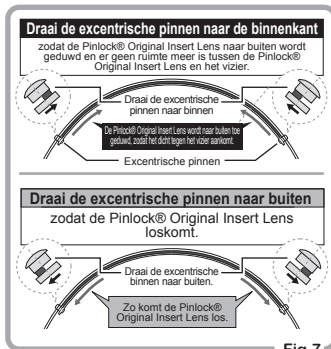

Fig.7
- ①Haal het vizier van de helm en verwijder de Pinlock® Original Insert Lens van het vizier.
- ②Pas de excentrische pinnen aan door er aan te draaien met gereedschap. (Fig. 7)
- ③Bevestig de Pinlock® Original Insert Lens op het vizier. Zorg dat er tussen de Pinlock® Original Insert Lens en het vizier geen ruimte meer is na de bevestiging van het vizier aan de helm. Als er toch nog ruimte is, voert u bovenvermelde stappen opnieuw uit.